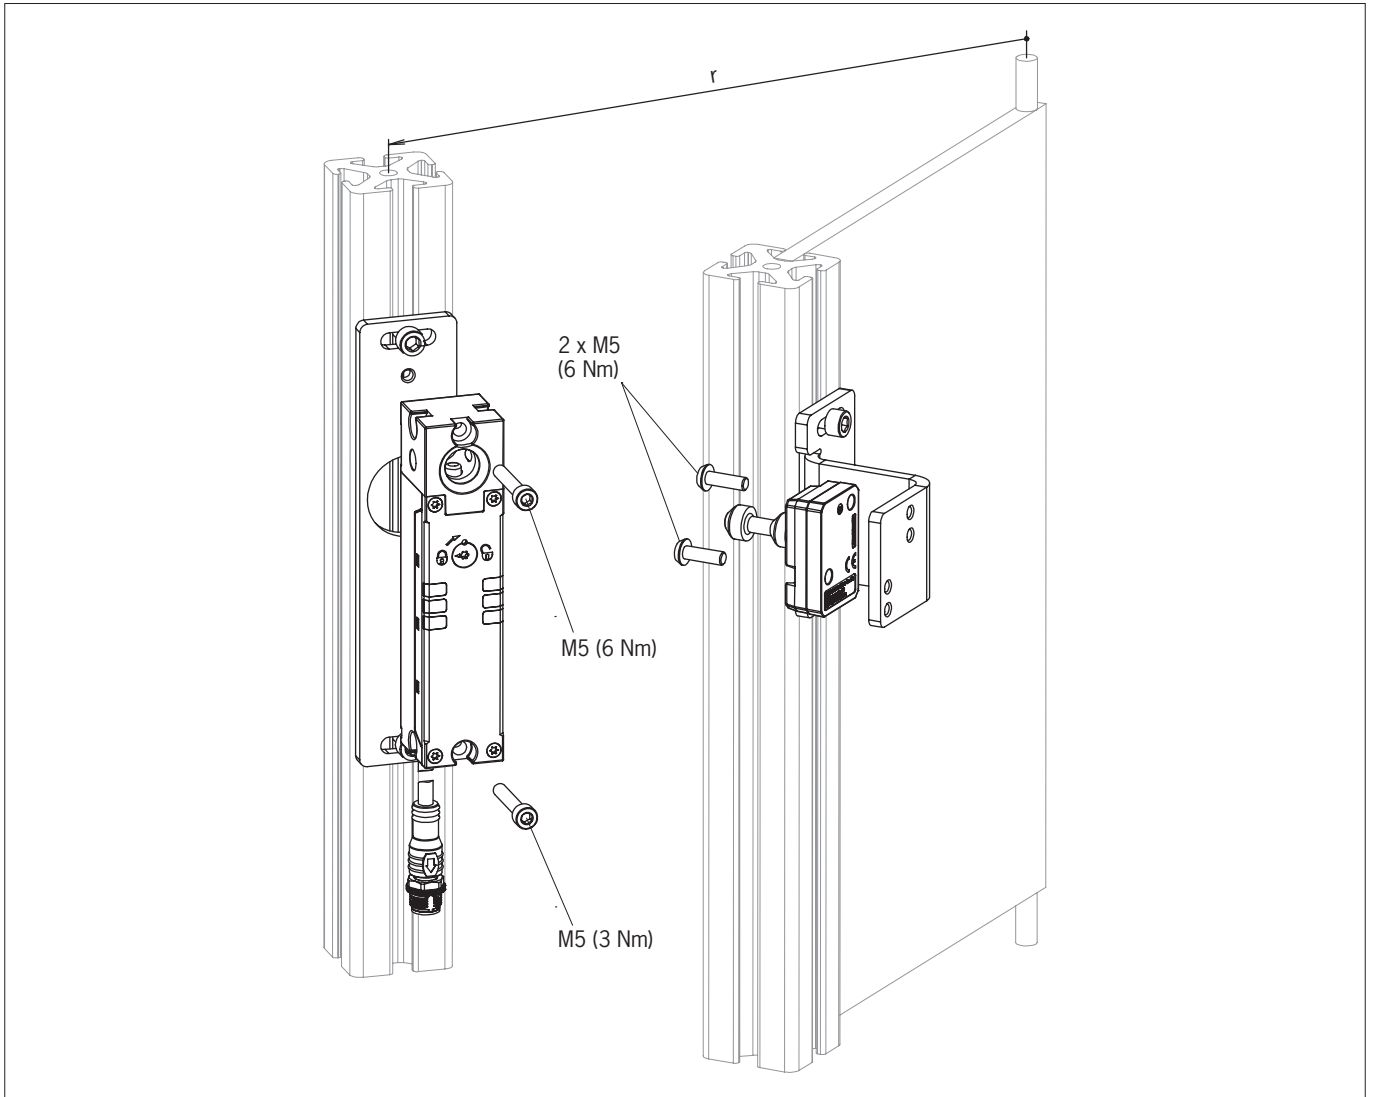

Bild 3: Montagebeispiel
- Beachten Sie das Anzugsdrehmoment für die Befestigung des Schalters und des Betätigers (siehe *Bild 3*):